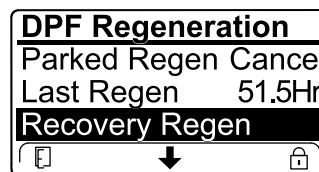

Figura 60
- Se il computer del motore non ha richiesto una rigenerazione di recupero e voi scorrete il menu verso il basso fino all'opzione RECOVERY REGEN, la rigenerazione di recupero viene bloccata e l'icona di blocco (Figura 60) compare nell'angolo in basso a destra dell'InfoCenter.